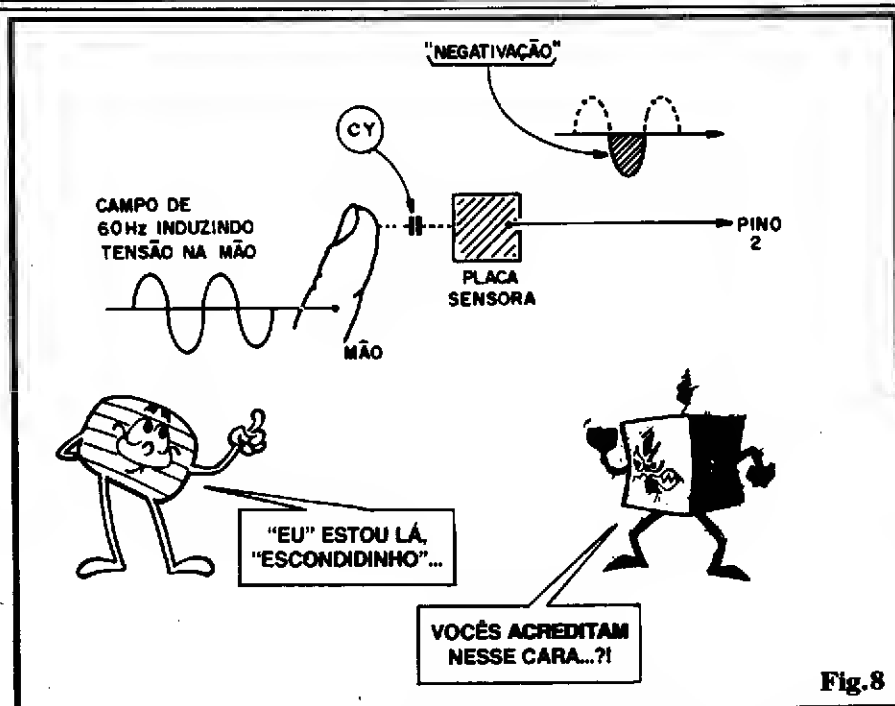

Fig.8
- FIG. 8 - Explicando o disparo por proximidade... Conforme aprendemos nas diversas "Aulas", "Lições" e "Dicas" sobre os Capacitores, estes são "permeáveis" à Corrente Alternada, ou mesmo a um breve pulso de Tensão, permitindo a momentânea passagem da Corrente enquanto decorre a carga ou a descarga do componente... Lembrando, então, que o corpo humano é condutor, considerem que nós, dentro de uma casa ou edificação comercial/industrial, ou mesmo nas ruas de uma cidade, estamos submetidos a um constante "campo" eletromagnético, emitido pela fiação de C.A. presente dentro das paredes ou no alto dos postes... Tal campo induz "na gente" (assim como o faz no secundário de um transformador - ver os EFEITOS MAGNÉTICOS DA CORRENTE, na 4ª "Aula" do ABC...) Tensões alternadas, no mesmo ritmo de 60 ciclos por segundo pelo qual a C.A. se manifesta na cabagem residencial, comercial, industrial ou de distribuição (fiação dos postes, nas